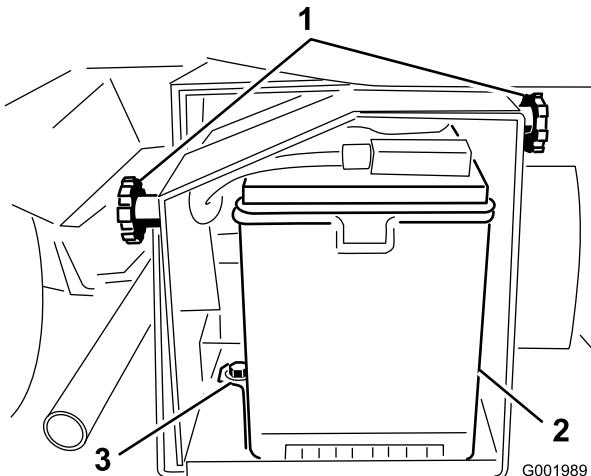

Figura 54
2. Desaperte os manípulos na parte lateral da caixa da bateria e retire a cobertura da bateria (Figura 54).
2. Coloque a fixação da bateria, assim como os fechos que retirou anteriormente (Figura 54).
4. Coloque a cobertura da bateria e aperte-a com os 2 manípulos (Figura 54).
1. Desaperte os manípulos na parte lateral da caixa da bateria e retire a cobertura da bateria (Figura 54).